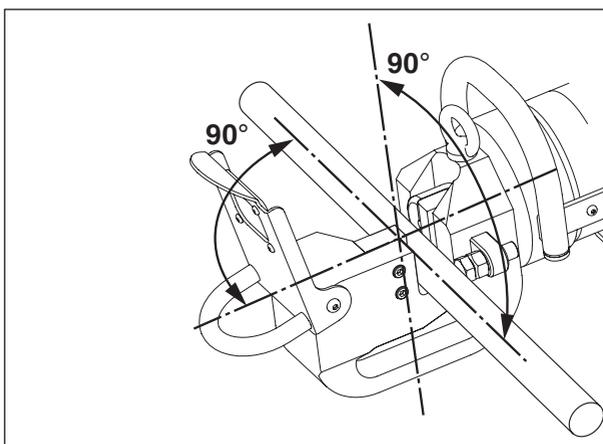

Figura 9, colocação do material no cabeçote de corte
Coloque o material a ser cortado entre as lâminas do cortador, de forma que esteja perpendicular ao eixo do pistão, conforme apresentado na Figura 9. Isto fornecerá a melhor qualidade de corte ao colocar a menor quantidade de carga no cortador.
4. Coloque o material a ser cortado entre as lâminas fixa e móvel. Certifique que ele esteja perpendicular ao eixo do pistão, conforme apresentado na Figura 9. Consulte as instruções na Seção 8.5 para informações adicionais.